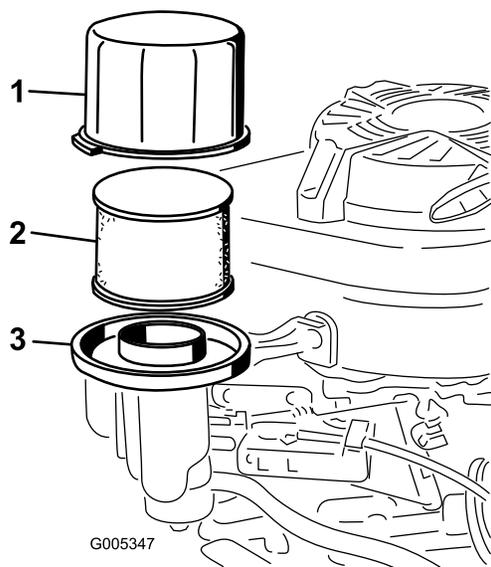

Figura 23
2. Retire cobertura e limpe-a cuidadosamente (Figura 23).
3. Retire o pré-filtro de esponja e o filtro de papel da base do filtro (Figura 23).